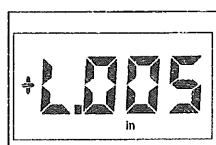

図 3-4
(図 3-4 は、ロケーション番号 5 番を表示しています)
- 図 3-4 のように、保存場所を選択し表示させます。